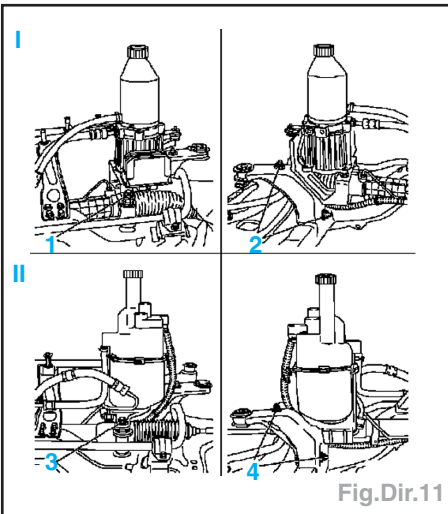

Fig.Dir.11
- Déposer l'unité d'alimentation électrohydraulique du corps d'essieu (Fig.Dir.11).
- 1) Montage avec réservoir rond (I) :
- 2) Montage avec réservoir angulaire (II) :